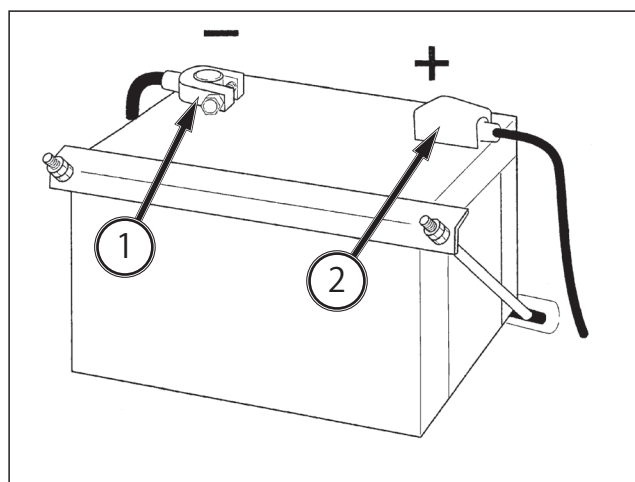

FIG. 132
FIG. 132 : pour remplacer la batterie, déconnectez d'abord le câble négatif (-) (1), puis le câble positif (+) (2). Desserrez et retirez la patte de fixation de la batterie et retirez la batterie du tracteur avec précaution.